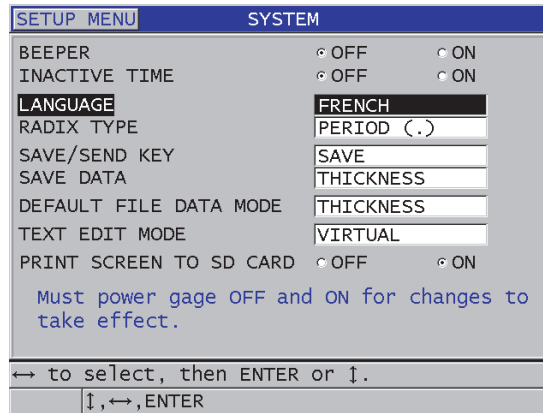

Figura 4-1 Selección del idioma de la interfaz del usuario
3. En la pantalla **SISTEMA** (ver Figura 4-1 en la página 68):
- a) Determine el **ZUMBADOR** (BEEPER) a **ACTIVADO** (ON) o **APAGADO** (OFF).
- b) Determine el parámetro **TIEMPO INACTIVO** (INACTIVE TIME) a **ACTIVADO** (ON) o **APAGADO** (OFF).